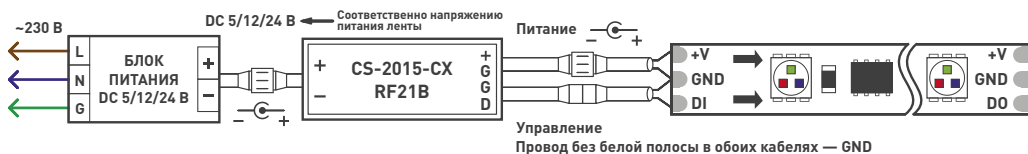
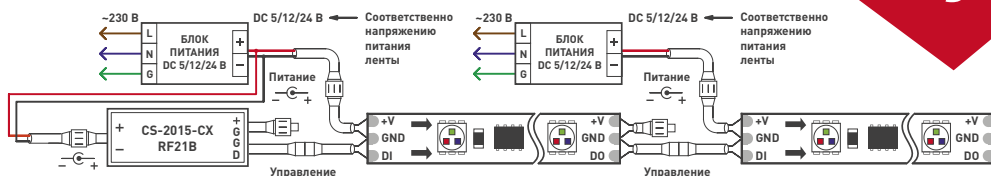

Рисунок 1. Подключение одной SPI-ленты с током потребления менее 2 А.
Рисунок 2. Подключение нескольких лент или лент с током потребления более 2 А.
- 3.2. Подключите контроллер в соответствии со схемами (см. рисунок 1 и рисунок 2), в зависимости от варианта использования и от количества и типа подключаемой ленты.
**Если потребляемый ток подключаемой светодиодной ленты превышает 2 ампера, например, ленты с питанием 5 вольт, подавайте питание на ленту непосредственно с выхода источника питания (см. рисунок 2). Напряжение на выходах блоков питания должно соответствовать рабочим напряжениям контроллера и лент.**